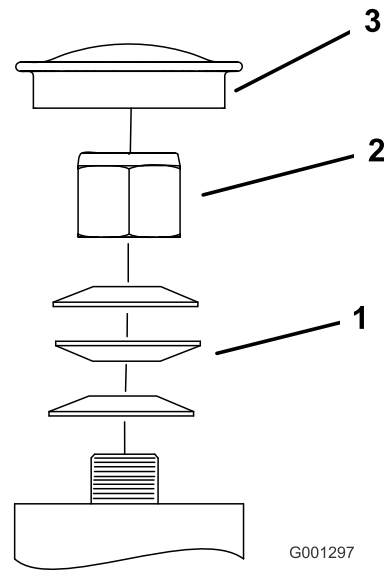

Figure 55
3. Retirez le capuchon antipoussière de la roue pivotante et serrez le contre-écrou (Figure 55).
4. Continuez de serrer le contre-écrou jusqu'à ce que les rondelles élastiques soient aplaties, puis desserrez-le de 1/4 de tour pour obtenir la précharge correcte des roulements (Figure 55).
**Important:** Veillez à placer les rondelles élastiques comme montré à la Figure 55.
5. Reposez le couvre-moyeu (Figure 55).